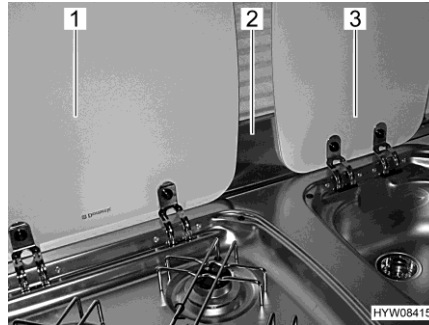

Bild 12 Flammenschutzblech und Abdeckungen
- Flammschutzblech (Bild 12,2) abnehmen und sicher verstauen.
- Abdeckungen für Spüle (Bild 12,3) und Gaskocher (Bild 12,1) schließen.